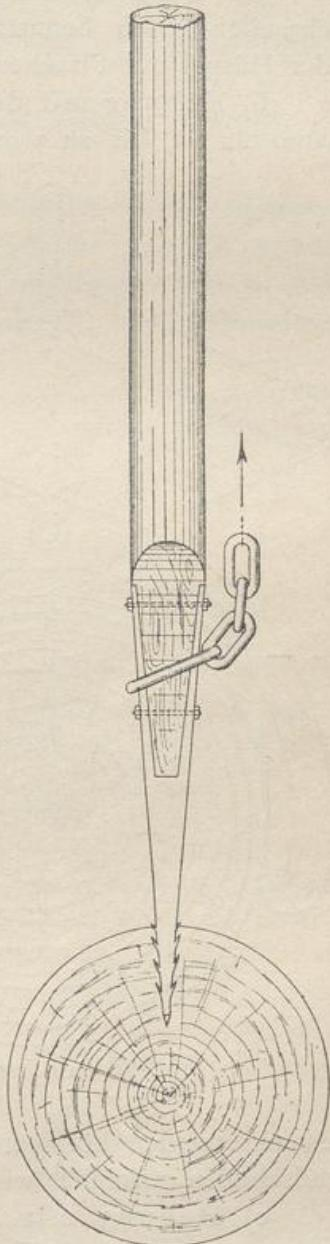

Abb. 285.
a) Hebung mit der Harpune (Abb. 285). Die Harpune besteht aus einem runden 8 bis 10 cm starken Holzstiel mit unten angeschraubter eiserner Spitze (letztere 0,5 m lang). Die Spitze hat unten Widerhaken. Die ganze Harpune ist etwa 2,50 m lang. Sie wird von einem Prahmgerüst aus mit Schlägeln in das zu hebende Holz eingetrieben. Zu großen Hölzern gehören zwei Harpunen. Vor dem Eintreiben wird die Harpunenspitze durch einen Kettenring gesteckt, den sie mit hinunternimmt. Die Kette wird oben um eine hölzerne Walze (Welle) geschlungen, die über die Borde der beiden gekuppelten Prahme gelagert ist. Durch Umdrehung der Walze (mit Handspeichen und dergl.) wird die Kette gespannt und das Holz alsdann gehoben, ebenso erforderlichenfalls die zweite Kette für die zweite Harpune an der anderen Walze. Ist das Holz ungefähr in Höhe des Wasserspiegels gehoben, so wird um dasselbe eine andere Kette (oder zwei) geschlungen und das Holz mittels der Walze (oder der beiden Walzen) über den Wasserspiegel gehoben. Die Prahme